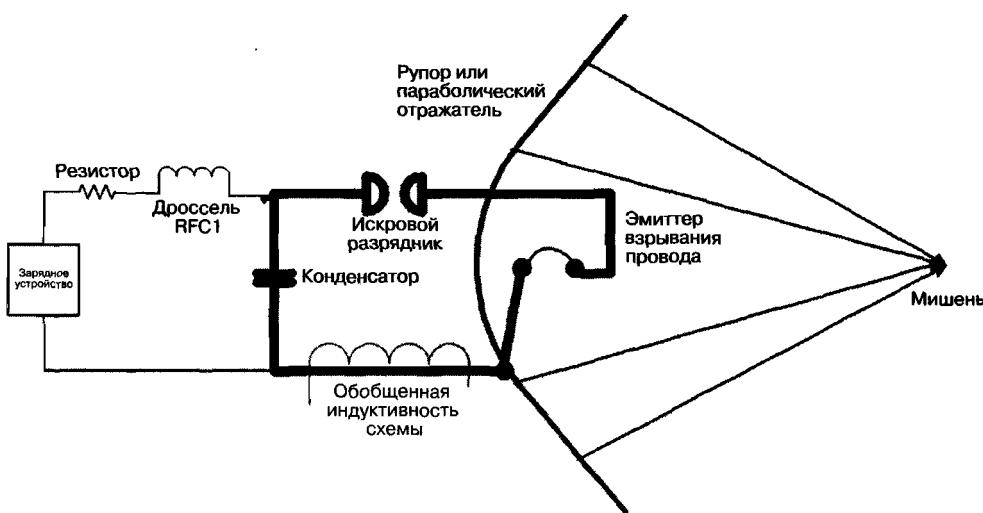

Рис. 25.2. Функциональная схема импульсного электромагнитного генератора
Пожалуйста, имейте в виду, как это уже указывалось ранее, что импульсный выход этой системы может причинить вред компьютерам и любым приборам с микропроцессорами и другими аналогичными схемами на значительном расстоянии. Всегда будьте осторожны при тестировании и использовании этой системы, она может повредить устройства, которые просто находятся рядом. Описание основных частей, использованных в нашей лабораторной системе, дает рис. 25.2.
Искровой разрядник переключает энергию конденсатора в катушку индуктивности, за счет чего мгновенно формируется резонансный контур (см. рис. 25.2). Время подъема тока происходит за период $\pi l / 2 \times (LC)^{-1/2}$. Величина зазора разрядника устанавливается в соответствии с желаемым напряжением пробоя. Импеданс разрядника определяется соотношением $Z_{sp} = (k \times l) / Q$, где k равно $0,8 \times 10^{-3}$, l равно величине зазора искрового разрядника в см, Q равно величина разряда в А/с (амперах в секунду, кулонах). Разрядник запускается сам, без внешнего запуска. Сборка разрядника является составной частью пути разряда и должна быть изготовлена с учетом минимизации индуктивности и активного сопротивления.